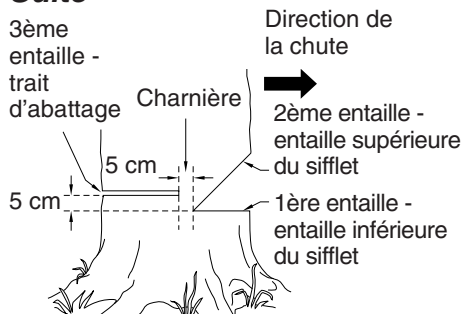

Figure 12 - Abattage d'un arbre
Un sifflet d'abattage correctement placé permet de déterminer la direction de la chute de l'arbre. Placer le sifflet d'abattage du côté de l'arbre où l'on veut qu'il tombe. (Voir la figure 12, page 11.) Procéder de la façon suivante pour faire le sifflet.
1. Faire l'entaille inférieure aussi près du sol que possible. Tenir la tronçonneuse de manière à ce que la lame-guide soit horizontale. Tailler sur 1/3 du diamètre du tronc d'arbre. (Voir la figure 12, page 11.) *Note:* Toujours commencer par faire cette entaille inférieure horizontale. Si l'on fait cette entaille en second, l'arbre risque de pincer la chaîne ou la lame-guide.
Exemple: Si l'entaille inférieure a 20 cm (8 po) de profondeur, commencer l'entaille supérieure à 20 cm au-dessus de cette dernière. Scier vers le bas à un angle de 45°. L'entaille supérieure doit rencontrer l'extrémité de l'entaille inférieure. (Voir la figure 12, page 11.)
1. De l'autre côté de l'arbre, faire le trait d'abattage à 5 cm (2 po) au-dessus de l'entaille inférieure du sifflet. (Voir la figure 12, page 11.) Faire le trait parallèle à l'entaille inférieure.
⚠ AVERTISSEMENT : Ne pas scier l'arbre complètement. Laisser environ 5 cm (2 po) de bois non scié directement derrière le sifflet d'abattage. (Voir la figure 12, page 11.) Cette partie non sciée sert de charnière. La charnière empêche l'arbre de se tordre et de tomber dans la mauvaise direction.